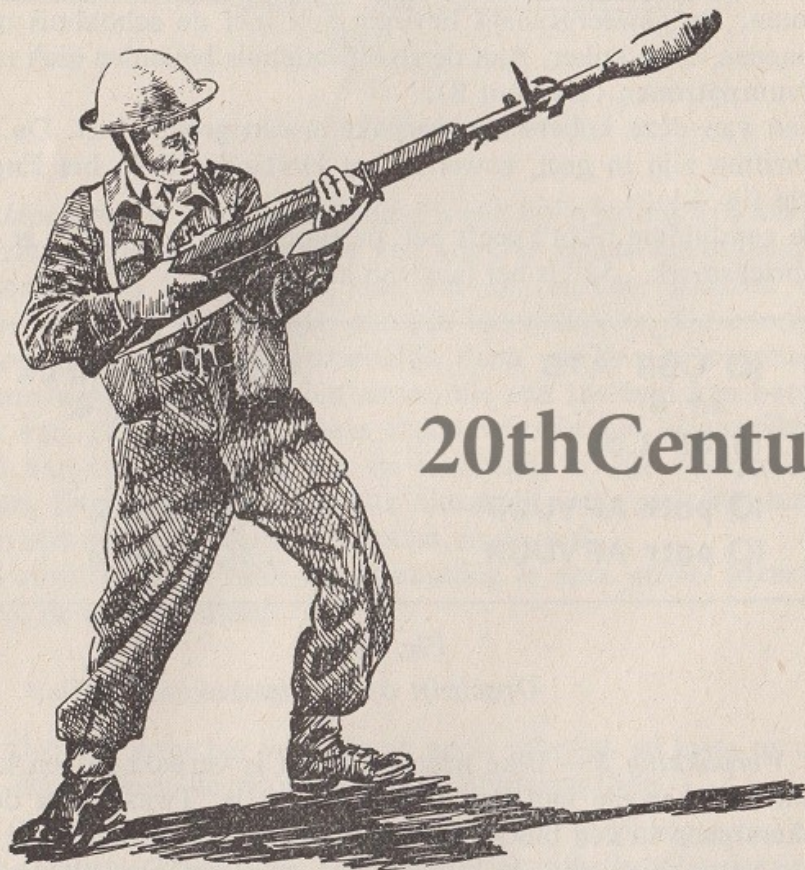

Fig. 15
a. Staande schiethouding (fig. 15)
(1) De geweerriem wordt steeds om de linkerarm geslagen (met de z.g.n. „verkorte methode”; zie voorschrift nr 1539-2). De linkerhand omvat het wapen vóór het balanspunt. De linkerelleboog wordt zover teruggetrokken dat de geweerriem strak voor en tegen het lichaam wordt gedrukt.